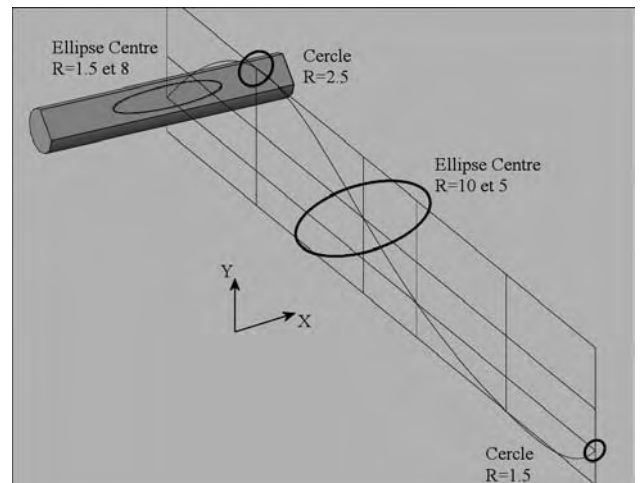

Fig.4.28
- 8 Placez manuellement le repère SCU (UCS) perpendiculairement à la grille afin de pouvoir tracer correctement les cercles et les ellipses le long de la spline (fig.4.28).